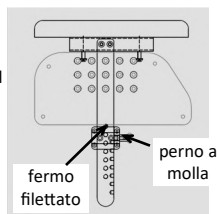

fig. 20: Kit spondina
- Kit spondine (fig. 20) (qualora presenti)